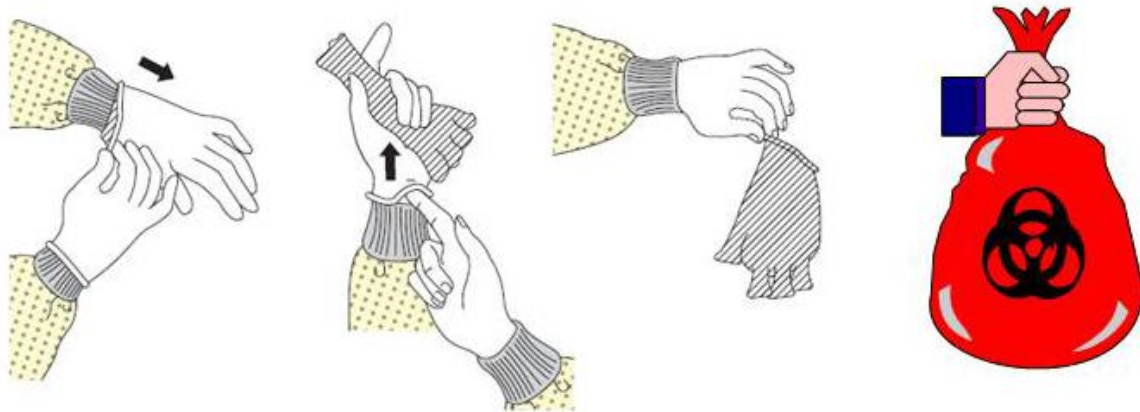

Figura 9. Pasos para retirar los guantes
5.4.1.3.3. Con la mano medio enguantada, pellizcar y sujetar la mano totalmente enguantada entre la palma y la muñeca. Despegar el guante de la muñeca hasta que se dé la vuelta y cubra los dedos (Figura 9).